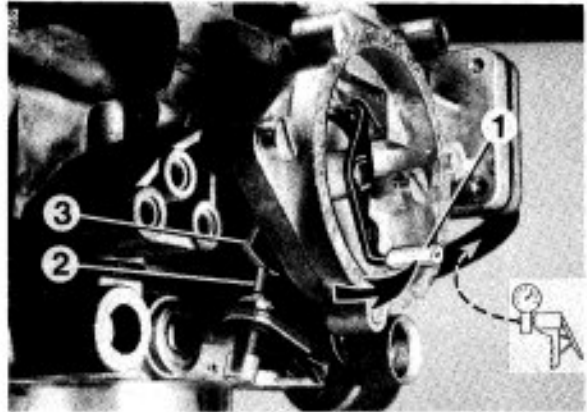
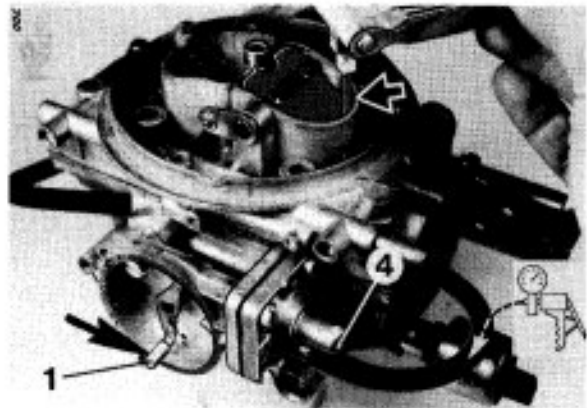
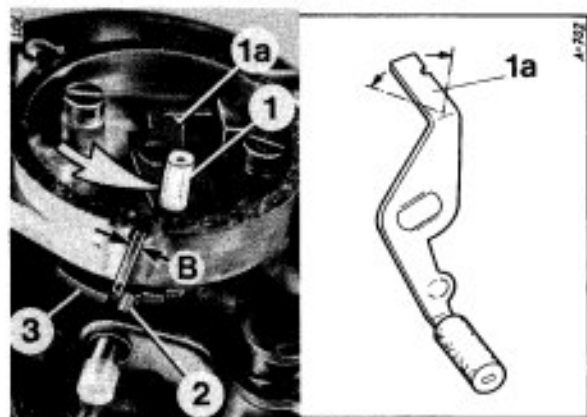

Bild 30
Bild 31
Bild 32
(Bild 30, 31)
- Handunterdruckpumpe gemäß Bild 30, 31 anschließen und Druckdifferenz herstellen.
5.3 Starterklappenspalt (Bild 30, 31)
- Schraube (2) auf höchste Stufe der Stufenscheibe (3) stellen.
- Hebel (1) in Pfeilrichtung drücken und Spaltmaß gemäß Bild 31 (weißer Pfeil) prüfen.
- Korrektur an Schraube (4), Bild 31.
5.4 Position Stufenscheibe (Bild 32)
- Handunterdruckpumpe gemäß Bild 31 anschließen und Druckdifferenz herstellen.
- Hebel (1) in Pfeilrichtung drücken und Drosselklappe anheben.
- Drosselklappe loslassen und Abstand „B“ zwischen Schraube (2) Bild 32 und höchster Stufe der Stufenscheibe (3) prüfen.